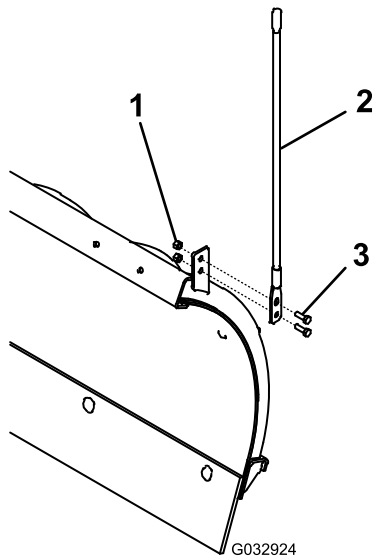

Figure 12
1. Fixez les guide-lames à la lame chasse-neige au moyen de 4 boulons (5/16 po) et 4 écrous autobloquants (Figure 12).